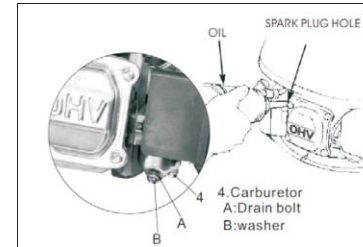

Fig. 13
3. Tras haber drenado todo el combustible al recipiente, vuelva a colocar el tornillo de drenaje y la arandela. Apriete firmemente el tornillo de drenaje (consulte la Fig. 13).